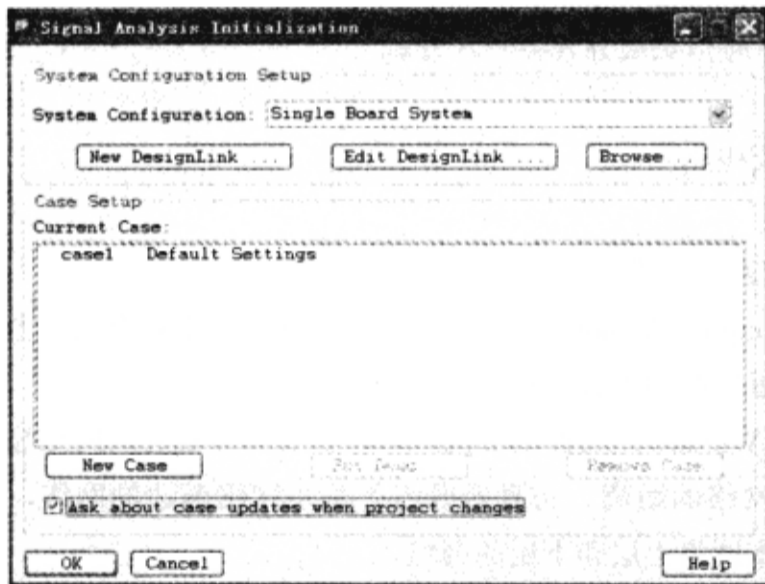

图 5-3-3 “Signal Analysis Initialization”对话框
(1) 在“Allegro PCB SI XL”窗口执行菜单命令“Analyze”→“SI/EMI Sim”→“Initialize”, 弹出“Signal Analysis Initialization”对话框, 如图 5-3-3 所示。